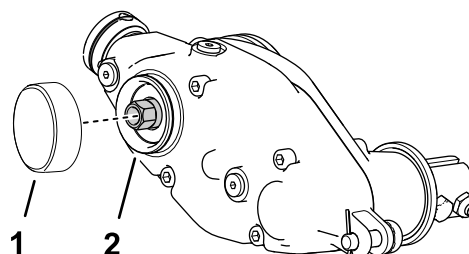

Figura 16
1. Applicare un composto bloccante a media resistenza per parti cilindriche (come Loctite verde 609®) intorno alla scanalatura dell'anello elastico e al diametro esterno (Figura 16).